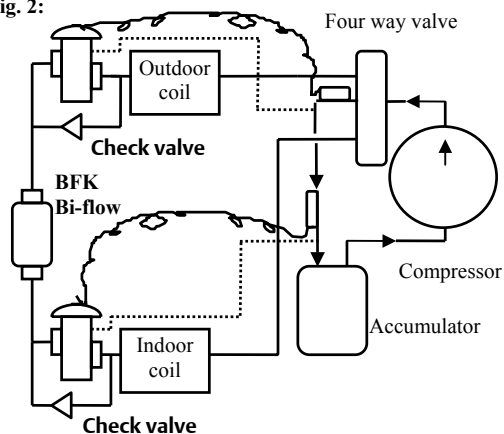

Fig. 1:
La massima temperatura del bulbo deve essere limitata ai valori indicati in Fig. 1.
La temperatura máxima del bulbo esta limitada a los valores mostrados en la Fig.1.
Připojení DN: viz Fig. 1
Przyłącze DN: patrz Rys. 1
**Montaż (Rys. 1, 2,3,4)**
3. Podłącz pozostałe rurociągi do zaworu. Owiń zawór mokrym płótnem dla zabezpieczenia zaworu przed uszkodzeniem w czasie lutowania. Nie kieruj płomienia bezpośrednio na zawór (max. temperatury patrz Rys. 1).